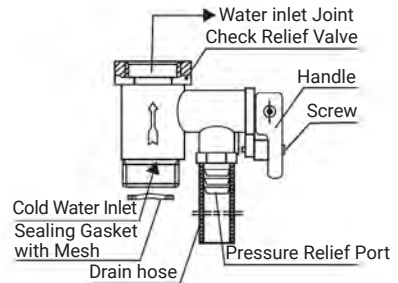

Figure 3
① A válvula de segurança (ID original de fábrica 0,8MPa) nos acessórios deve ser instalada na junta de entrada de água (como mostrado na Fig. 3), e a correia da matéria-prima deve ser enrolada para garantir a vedação. A direcção da seta deve ser consistente com a direcção do fluxo de entrada de água do aquecedor eléctrico de água (como mostrado na Fig. 3).
- ③ Se for utilizada, a água deve poder escoar suavemente.
- ④ Em condições normais de utilização, a pega da válvula de segurança (fig. 3) deve ser aberta regularmente para remover a deposição de carbonato de cálcio. O método é: puxe a alça de descarga para cima até a posição horizontal (se a alça estiver equipada com parafusos, remova os parafusos com uma chave de fenda antes de fazer esta ação) e confirme se a válvula de segurança está bloqueada (se há descarga de água). Se estiver bloqueado, contacte o departamento de manutenção.